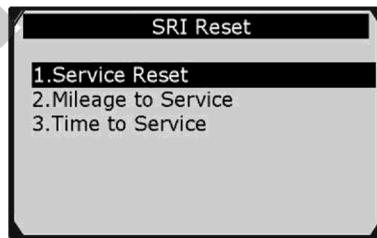

Рисунок 7-8
A. В меню SRI Reset [Сброс индикатора обслуживания] (см. рисунок 7.8) выберите параметр Service Reset [Сброс индикатора обслуживания], а затем нажмите кнопку OK. На дисплее сканера появится информация об обслуживании автомобиля. Объем информации зависит от модели диагностируемого автомобиля.
Б. В меню SRI Reset [Сброс индикатора обслуживания] (см. рисунок 7.8) выберите параметр Mileage to Service [Пробег до обслуживания], а затем нажмите кнопку **OK**. На дисплее сканера появится информация об обслуживании автомобиля. Объем информации зависит от модели диагностируемого автомобиля. См. рисунок 7-9.
В меню **SRI Reset [Сброс индикатора обслуживания]** (см. рисунок 7.8) выберите параметр **Time to Service [Время до обслуживания]**, а затем нажмите **кнопку OK**. На дисплее сканера появится информация об обслуживании автомобиля. Объем информации зависит от модели диагностируемого автомобиля. См. рисунок 7-9.